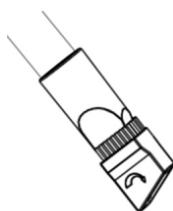

Fig. 8 – Conexão do bocal cantos/escova na mangueira
- Monte o bocal cantos/escova na mangueira (Fig. 8).